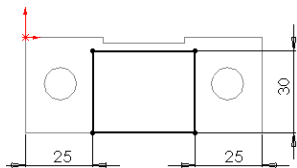
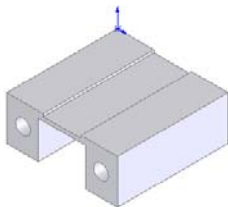

图 10-45 标注的草图
图 10-46 拉伸切除后的图形
3) 单击[草图]控制面板中的[智能尺寸]按钮，标注上一步绘制矩形的尺寸及其定位尺寸，结果如图 10-45 所示。
**④ 拉伸切除实体。**
2) 在[深度]一栏中输入值 60，然后单击属性管理器中的按钮，结果如图 10-46 所示。
1) 单击图 10-46 中后面的表面, 然后单击[视图(前导)]工具栏的[视图定向]中的[正视图]按钮, 将该表面作为绘制图形的基准面。